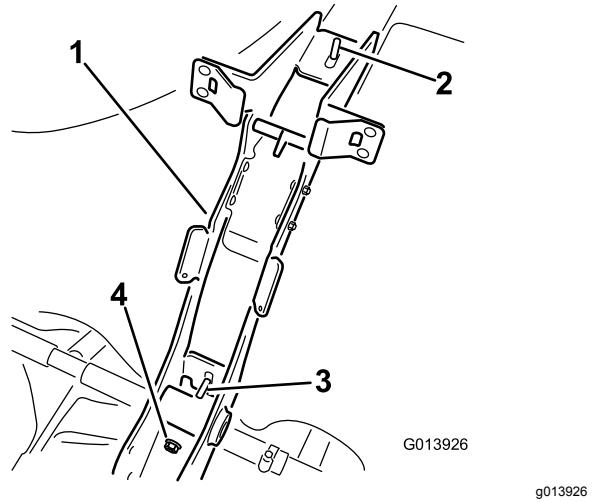

Bild 4
8. Befestigen Sie den Hauptstützrahmen mit zwei Sicherungsbundmuttern am Behälterriemen (Bild 4).